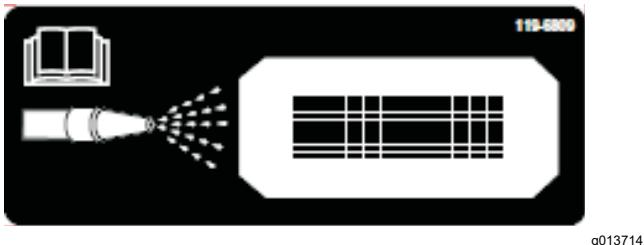
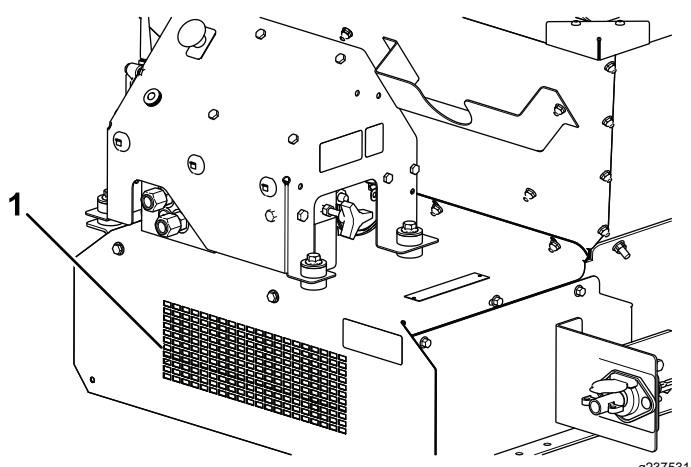

Figura 61
Figura 62
- Localize o autocolante de limpeza na parte da frente da máquina (Figura 61), utilizando uma mangueira de jardim, pulverize a grelha de proteção frontal até que o painel inferior esteja totalmente livre de material (Figura 62).